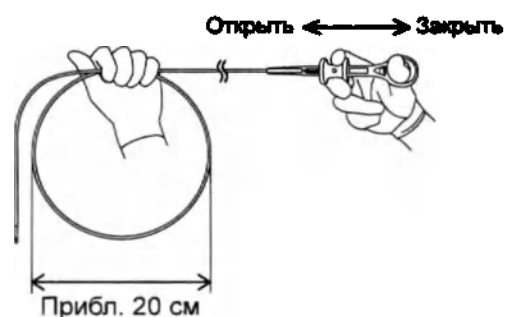

Рис. 1
- 1 Удерживая инструмент, как показано на Рис. 1, сформируйте петлю из вводимой части диаметром приблизительно 20 см.